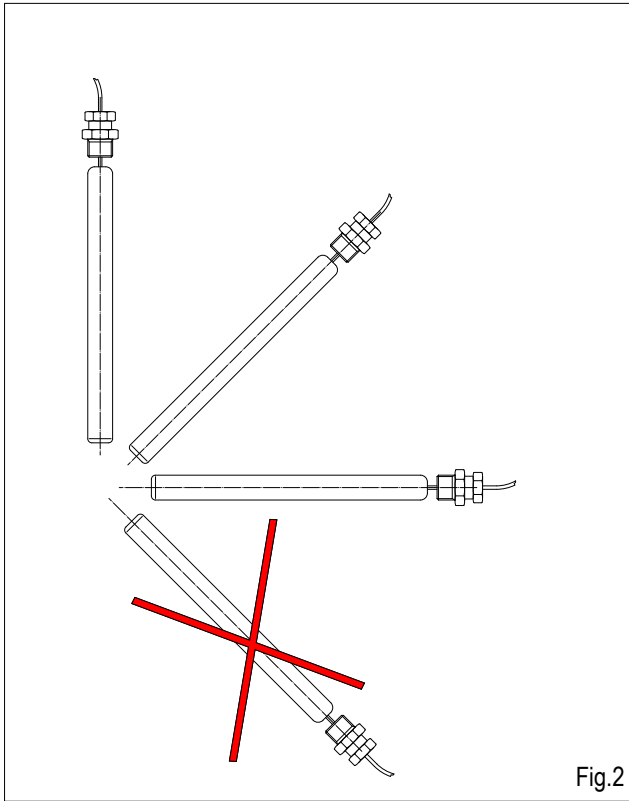

Fig.2
- Deve essere posizionato come descritto fig.2;
- Sensor must be orientated as shown in fig.2 ;